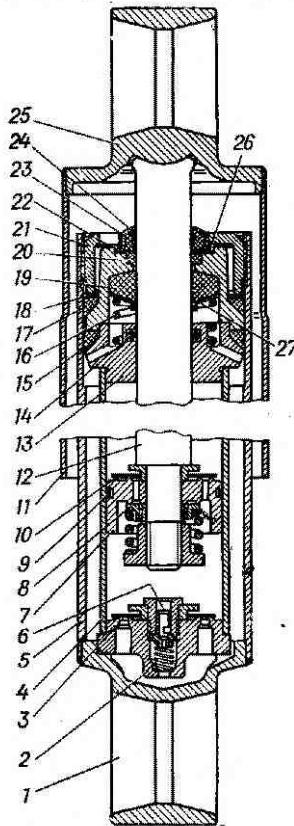

Рис. 48. Амортизатор;
2. Установить амортизатор в вертикальное положение, закрепив его в тисках за нижнюю проушину 1 (рис. 48).